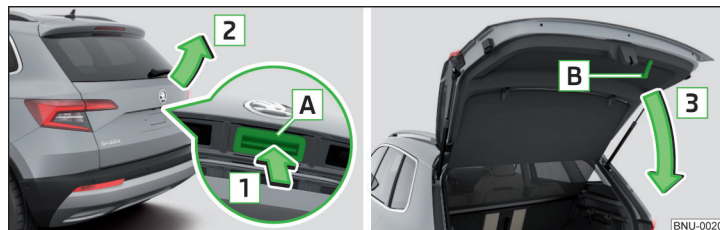

Fig. 49 Abrir/cerrar la tapa del maletero
- Para **abrir** la tecla **A** presionar en el sentido de la flecha **1** » fig. 49.
Se desactiva la tecla **A** » fig. 49 cuando se arranca o a partir de una velocidad de más de 5 km/h. Después de parar el vehículo y abrir una puerta se volverá a activar la tecla.